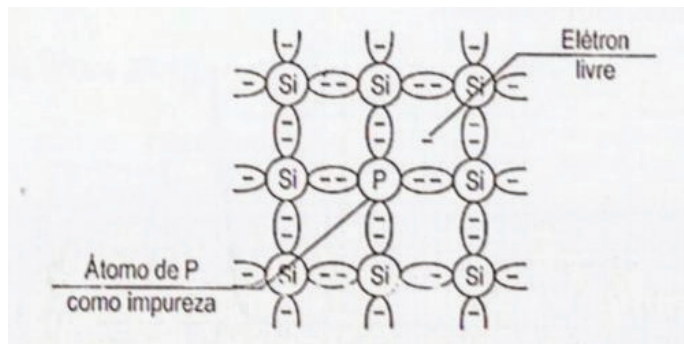

Figura 25 - Dopagem do semicondutor – impureza pentavalente
Para formar um material tipo N, adicionamos ao cristal do silício impurezas pentavalentes, como, por exemplo, o fósforo (P). Essa estrutura é vista na figura 25.